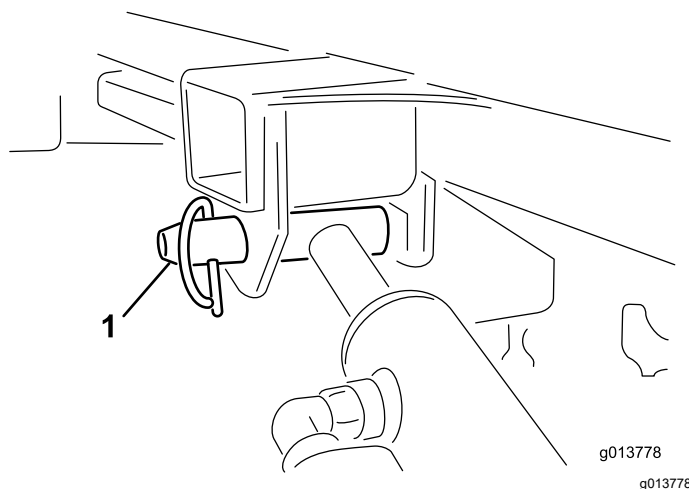

Figure 54
11. Maintenez le vérin de levage d'une main. Retirez la goupille de blocage du vérin de levage de l'autre main (Figure 54).